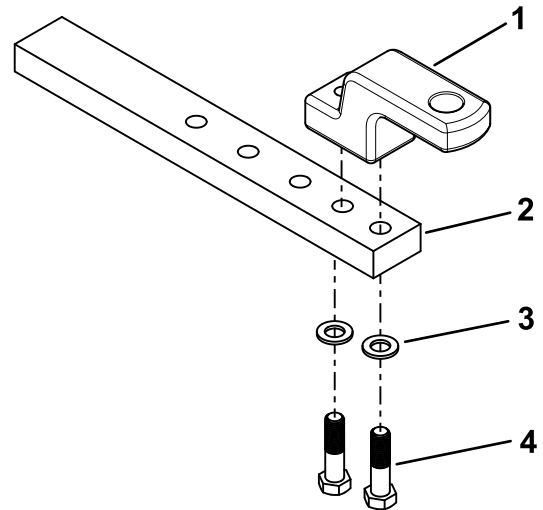

Figure 6
1. Avec 2 vis (M18) et 2 rondelles, fixez la bride en marteau sur la barre d'attelage (Figure 6).